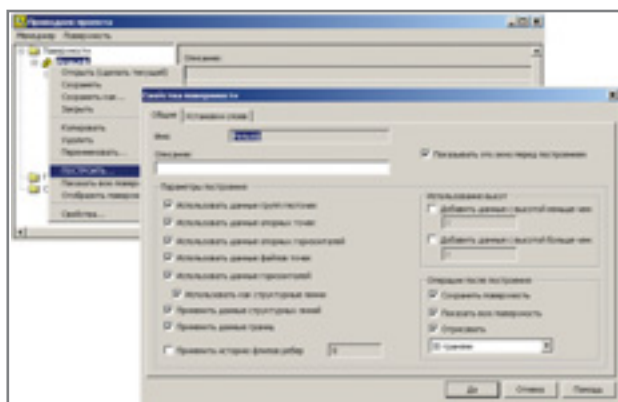

Рис. 15
15. Строим модель рельефа. В Панели навигатора выбираем функцию *Построить* (меню, где находится эта строка, вызывается нажатием правой клавиши на имени поверхности). Появляется окно *Свойства поверхности* (рис. 15), где нужно выбрать опции *Использовать данные групп геоточек*, *Использовать данные горизонталей*, *Отрисовать 3D-границами*.